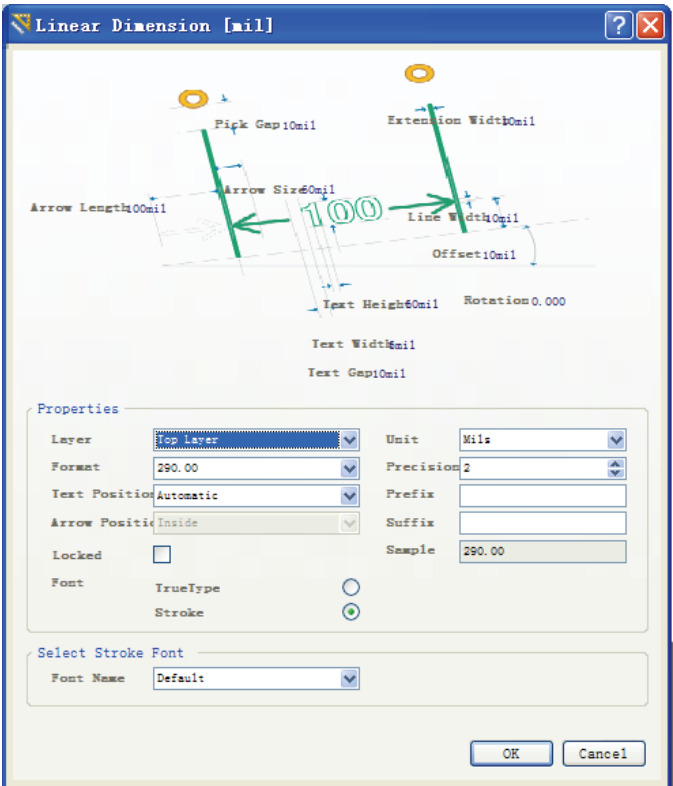

图 10-18 尺寸标注属性设置对话框
(2) 按 **Tab** 键,则弹出尺寸标注属性设置对话框,如图 10-18 所示。
在图 10-18 中可以设置尺寸标注的有关属性,包括标注的起止点、字体的宽度、高度、线宽、尺寸、字体、所处工作层面、放置位置坐标等。